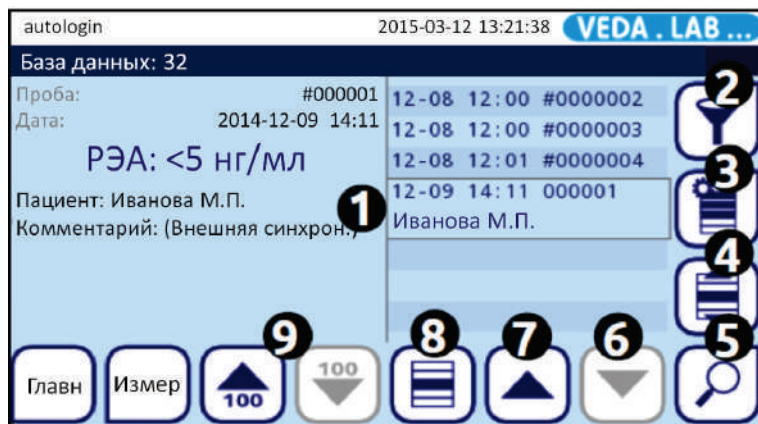

Рис. 27: Меню **База данных (Database)** с отмеченными кнопками
2 Для вызова меню **Фильтр (Filter)**, коснитесь кнопки **Фильтр**  в меню **База данных (Database)** (3 на Рис. 27).
В поле выбора записи результатов (1 на Рис. 27) кнопками меню со стрелками **Вверх** и **Вниз** (6 и 7 на Рис. 27) найдите в списке нужную запись результата, и коснитесь кнопки выбора (8 на Рис. 27). Для отмены выбора коснитесь кнопки выбора во второй раз или обратитесь к разделу 8.1.2.4.
i Если в базе данных содержится свыше 100 результатов, становится активной кнопка **100 вверх/100 вниз** (9 на Рис. 27). Для перемещения в базе данных на 100 записей, коснитесь нужной кнопки.
- Используя стрелки вверх и вниз (6 и 7 на Рис. 27), перемещайте курсор к каждой нужной записи, отмечая ее кнопкой **Выбор** (8 на Рис. 27).
- Используя кнопки вверх и вниз   (6 и 7 на Рис. 27), переместите курсор на первую или последнюю выбранную запись и подтвердите выбор кнопкой **Выбор списка**  (4 на Рис. 27). При нажатии кнопки вверх или вниз вы сможете выбрать запись, которая находится выше или ниже начальной записи в списке в базе.
1 Выбрав запись в базе данных (см. 8.1.2.Выбор записи результата), коснитесь кнопки **Поиск выбранного результата**  (5 на Рис. 27).
Чтобы отменить сделанное ранее выделение (отмена выбора ранее выбранных записей и выбор не выделенных ранее записей), коснитесь кнопки **Действия с выбранными записями**  (3 на Рис. 27) а затем в меню **База данных> Выбранное (Database>Selected)** снимите выделение кнопкой **Отменить выбор (Remove Selection)** (7 на Рис. 28).
Нажмите кнопку просмотра выбранных записей в меню **База данных (Database)** (5 на Рис. 27). Появится меню **База данных>Результат (Database>Result)** (см. Рис. 30), в котором перечислены все доступные данные для записи результатов тестирования, введенные оператором или измеренные анализатором. Здесь можно изменить, но не удалить данные.
- 2 Коснитесь кнопки Действия с выбранными записями  (3 на Рис. 27), и в меню **База данных>Выбранное (Database>Selected)** нажмите кнопку **Удалить (Delete)** (1 на Рис. 28).
2 Коснитесь кнопки **Поиск**  для выбора записей (5 на Рис. 27).
2 Коснитесь кнопки **Поиск выбранных записей**  (5 на Рис. 27).
2 Коснитесь кнопки **Поиск избранных записей**  (5 на **Рис. 27**).